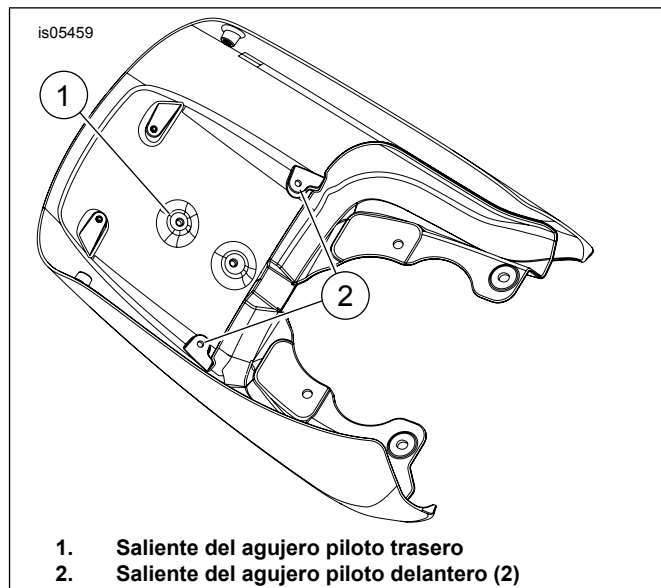

Figura 2. Interior del guardabarros
1. Vea Figura 2. Aplique cinta adhesiva a la superficie exterior pintada del guardabarros en las tres ubicaciones de los agujeros (1 y 2). Esto protegerá la superficie pintada durante la operación de perforación.
3. Vea Figura 2. Utilice una broca tipo paleta de 1/2 pulg. o una broca Unibit de 1/2 pulg. (no utilice una broca de perforación estilo espiral) para perforar tres agujeros desde el interior del guardabarros, a través de las tres salientes de agujero piloto (1 y 2). Detenga la perforación cuando la punta de la broca perfora apenas la superficie exterior del guardabarros.